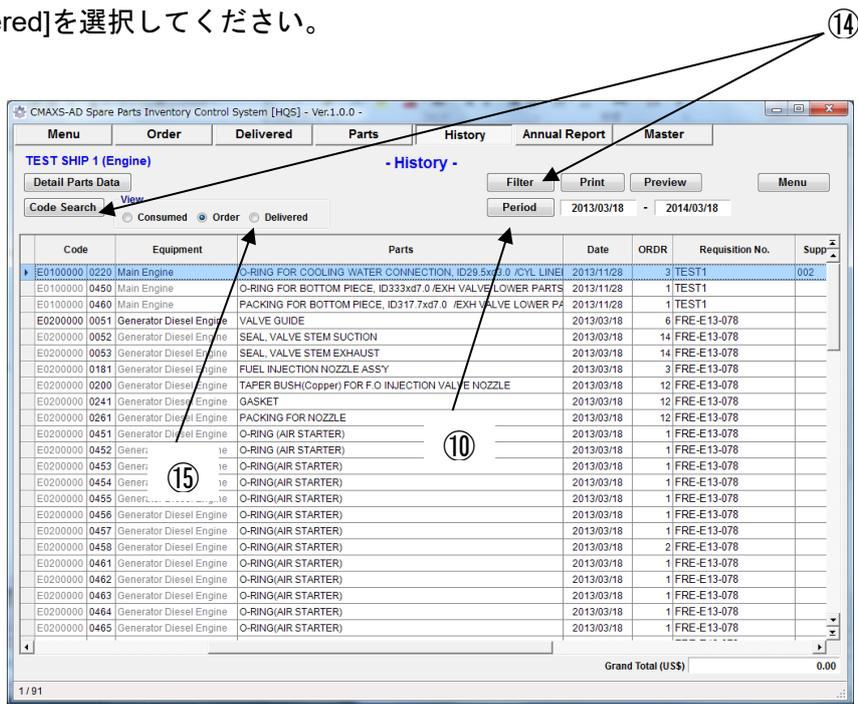

図 10-4 History [Order Parts] 画面
(9) “History” (Ordered Parts)画面(図 10-4) が表示されます。